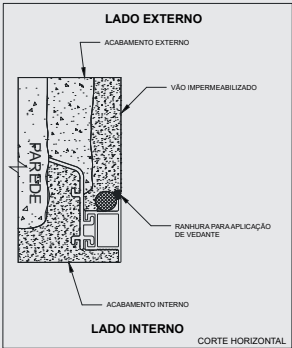

Figura 13 - Detalhamento da ranhura para aplicação do material vedante.
- g) Conferir nível e prumo do contramarco, (Conforme Figura 13).
- j) Fazer a ranhura entre o contra marco e o revestimento para posteriormente aplicar o material vedante (resina acrílica a base de água), (Conforme Figura 13).